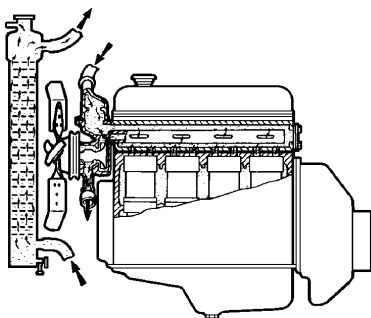

Рис. 4.35. Промывка системы охлаждения
Направление струи (рис. 4.35) должно быть обратным направлению движения воды при нормальной работе системы охлаждения.
3. Промыть радиатор (рис. 4.35) струей горячей воды в направлении, обратном циркуляции воды в двигателе в течение 30-40 минут под напором 48 кПа ($0,5 \text{ кгс/см}^2$).